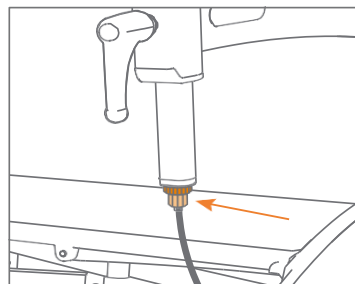

Figura 71: Ajuste del freno a través del tornillo de ajuste, justo debajo del anillo de bloqueo.
- c. Primero afloje el anillo de bloqueo (tire del cable hacia abajo para que sea más fácil). Esto le da el espacio para apretar o aflojar el tornillo de ajuste debajo de él (**Figura 71**).